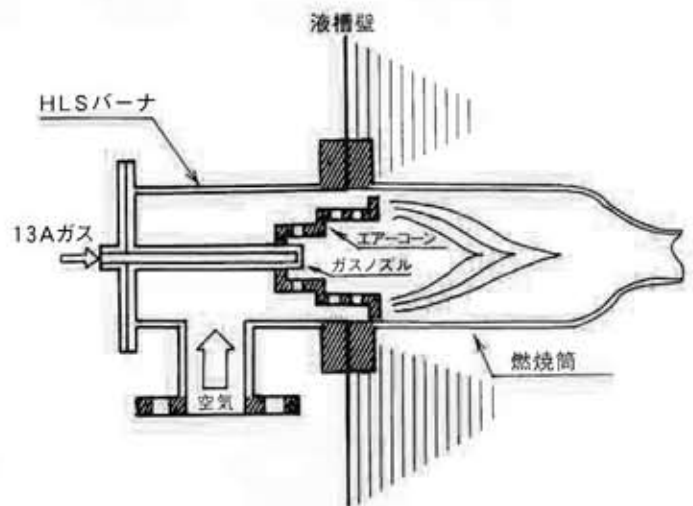

図1.バーナ構造
- (1) HLSのバーナ構造は、図1のようになっており、燃焼筒と外周リング間の隙間が燃焼性に大きく影響をおよぼしますので、標準浸管、標準燃焼筒以外の仕様で製作される場合は①浸管内径、②燃焼筒内径を御連絡下さい。